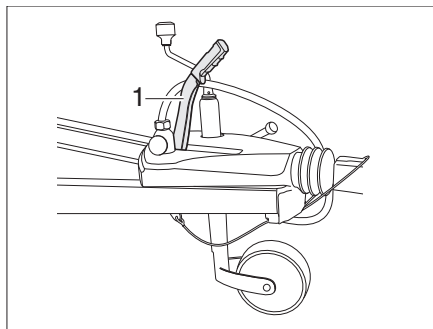

Bild 14 Parkeringsbromsen
- Lossa parkeringsbromsen: dra bromsspaken (Bild 14,1) uppåt och sänk sedan ner den.